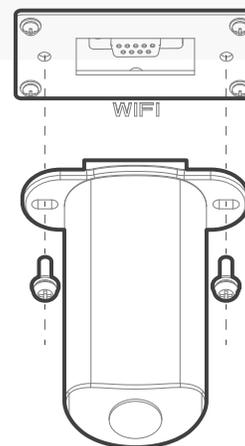

Figura 41: Conectando el Dongle Wi-Fi al Sol-Ark 15K-2P-N
- C. Ensamblar la carcasa y conectar el dongle al Sol-Ark. Asegurar con tornillos (véase la figura 41). Se observará una luz roja sólida